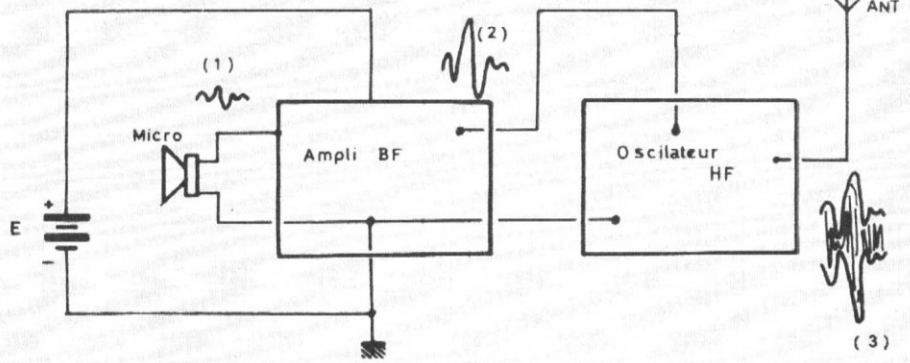

Figure 2
Le synoptique de l'émetteur complet peut alors être résumé par le schéma de la figure 2. Un micro excite l'entrée d'un amplificateur BF, alimenté sous une tension continue fournie par la pile E. La tension de sortie de cet amplificateur fournit à son tour la tension d'alimentation de l'oscillateur HF. De cette façon, le signal BF de très faible amplitude disponible en (1) à la sortie du micro, se retrouve en (2) avec une amplitude de plusieurs volts. A la sortie de l'oscillateur, donc sur l'antenne d'émission, on retrouve une tension HF (3) dont l'enveloppe reproduit le signal (2).